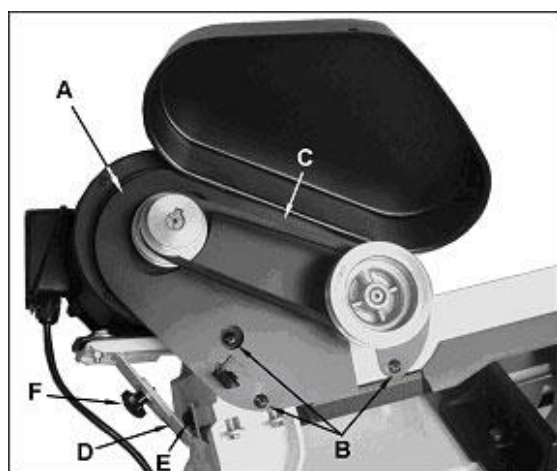

Рис.10
Установите клиновой ремень (С). Закрепите стяжной хомут (D) шестигранным болтом и шайбой (Е) на плече пилы. Соедините два стяжных хомута порталным болтом, шайбой и гайкой (F). Слегка натяните ремень. Установите упорную штангу (А, рис. 10) на станине станка с помощью стопорного винта (В, рис.10).